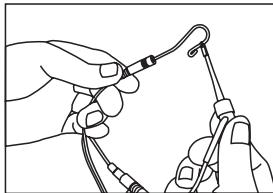
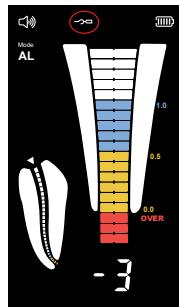

Bild 5
Bild 6
d) Stellen Sie sicher, dass der Lippenhaken den gebogenen Draht der Feilenklammer berührt [wie in Abbildung 5 gezeigt] und dass das Verbindungssymbol auf dem LCD-Bildschirm konstant angezeigt wird [wie in Abbildung 6 gezeigt], andernfalls bedeutet dies, dass die Feilenklammer oder der Messdraht beschädigt sind und ersetzt werden müssen.